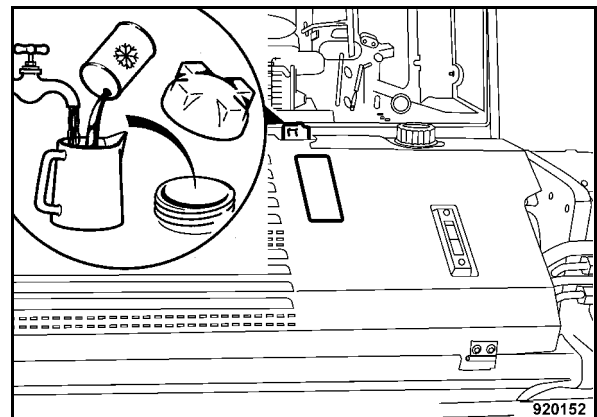

Fig. 188
- Rabboccare liquido refrigerante (Fig. 188) fino al segno MAX e riavvitare il coperchio.